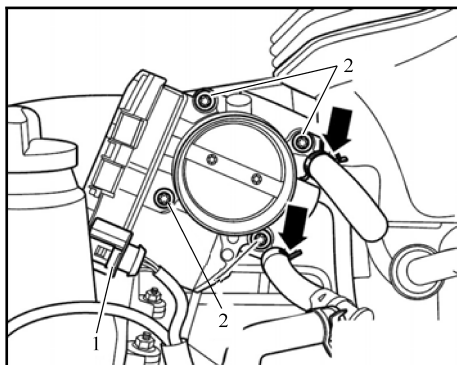

图 5-10 取下节气门控制单元
- 9) 如图 5-10 所示, 脱开节气门控制单元插头 1, 拔下软管 (箭头)。